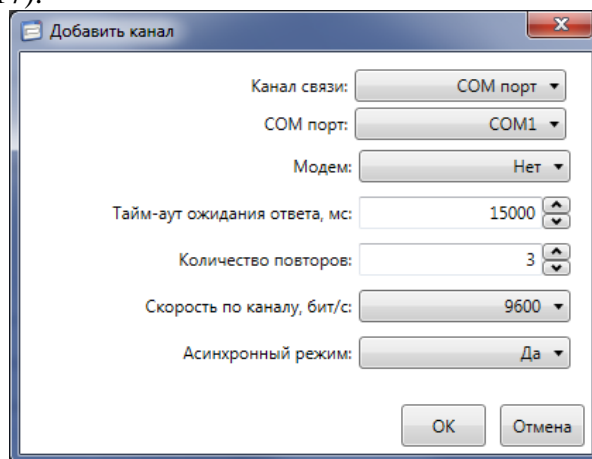

Рисунок 9.17 – Добавление канала связи со счетчиком
9.5.5.3 В появившемся окне указать тип канала (для работы через интерфейсы RS-485 или оптопорт выбрать значение *COM порт*), выбрать последовательный порт ПК, к которому подключен счетчик (либо преобразователь интерфейсов, например, устройство УСО-2) и указать скорость передачи данных. Остальные параметры можно оставить без изменений (рисунок 9.17).